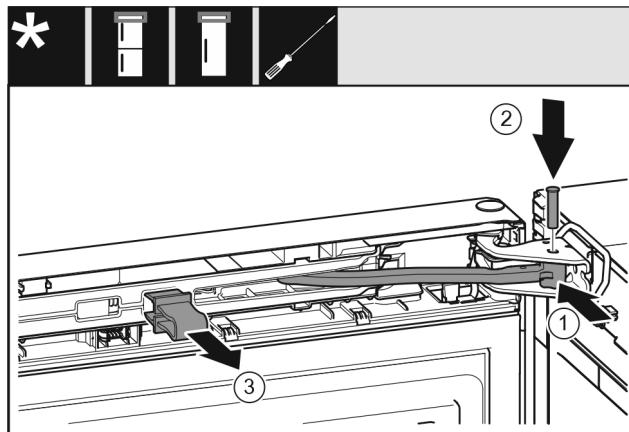

Fig. 25
- ▶ Forgassa a csapágybakba a csuklót Fig. 25 (1).
- ▶ Helyezze be a csapszeget Fig. 25 (2) a csapágybakba és a csuklóba. Közben figyeljen arra, hogy a reteszelő bütyök megfelelően illeszkedjen a horonyba.
- ▶ Vegye le a biztosítékot Fig. 25 (3).